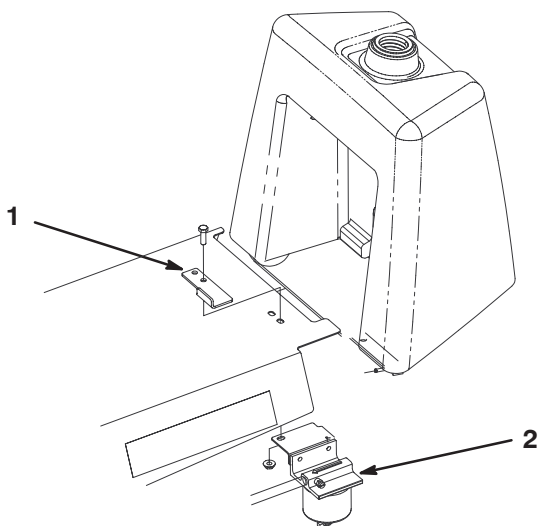

Bild 3
6. Wenn Sie einen Standardsitz auf der Maschine montieren, müssen Sie einen Sitzstopp (Bild 3) folgendermaßen montieren:
- C. Befestigen Sie den Sitzstopp und den Wasserabscheider mit der vorher abgenommenen Kopfschraube und Mutter und einer mitgelieferten 5/16 x 1 Zoll Kopfschraube und Mutter mit zwei Kopfschrauben und Sicherungsmuttern an der Unterseite der Schürze. Platzieren Sie den Stopp, wie in Bild 3 dargestellt.